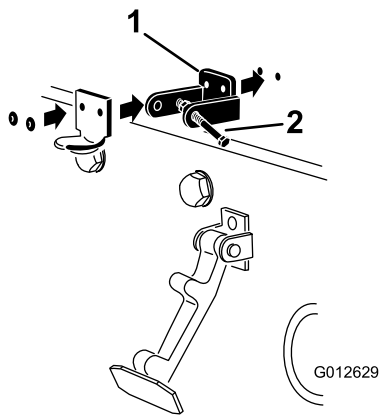

Bild 7
4. Fluchten Sie die Befestigungslöcher aus und positionieren Sie gleichzeitig die Halterung des CE-Riegels und des Motorhaubenriegels auf der Motorhaube (Bild 7).
6. Nieten Sie die Halterungen und Scheiben an die Haube (**Bild 7**).